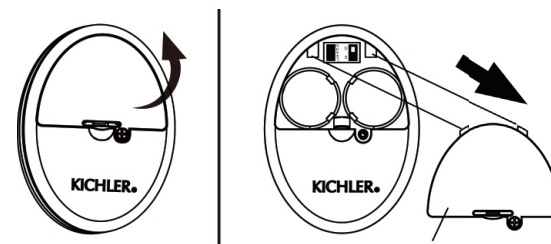

Fig. 27
Étape 1. À l'aide d'un tournevis, retirez le couvercle des piles du combiné et conservez-la pour une utilisation ultérieure. (Fig. 27)